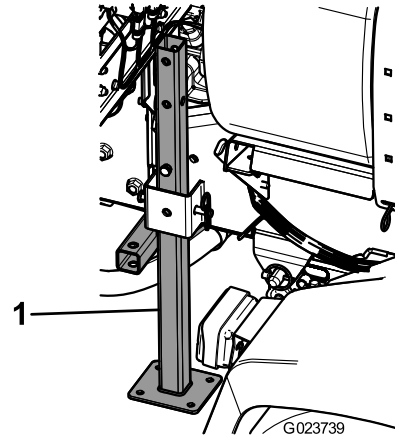

図 41
3. 車両後部のロープ掛けポイントの近くのフレーム部に、後ジャッキスタンドを逆さにしてフレームに差し込む 図 41